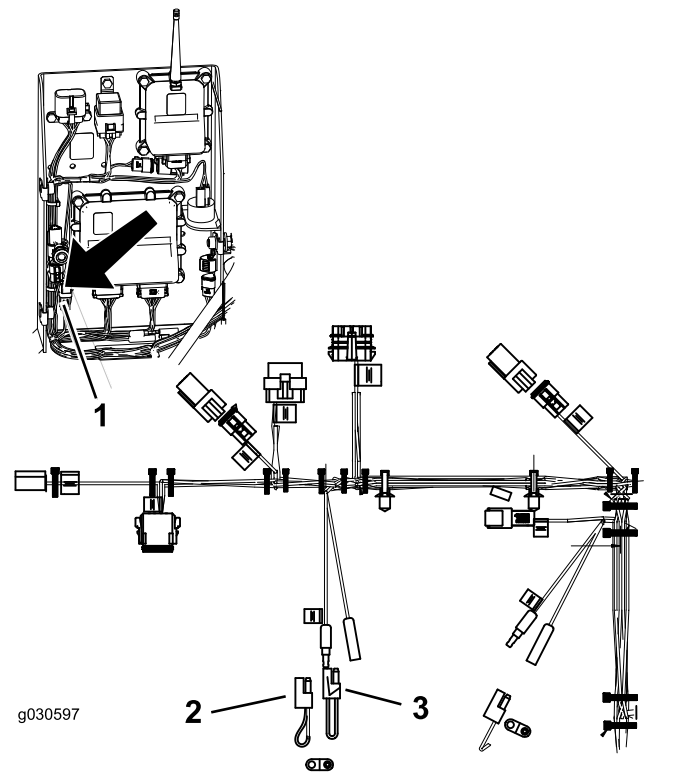

Рисунок 30
2. Отсоедините двухпроводные разъемы от гибкого соединителя, показанного на Рисунок 30.